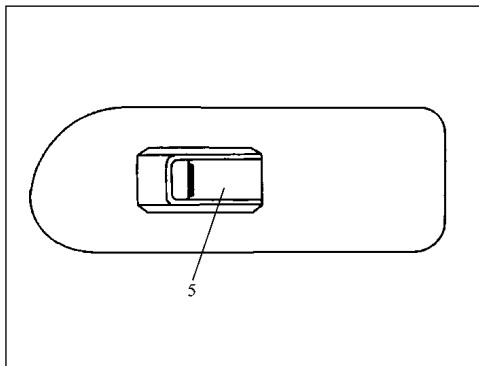

图 1-9 中央门锁控制开关 (二)
5) 控制钮 5 (如图 1-9 所示) 为副驾驶员侧门窗控制钮, 其控制功能与控制钮 2 相同。注意: 当控制钮 3 按下时, 副驾驶员侧门窗控制钮 5 失去控制功能。